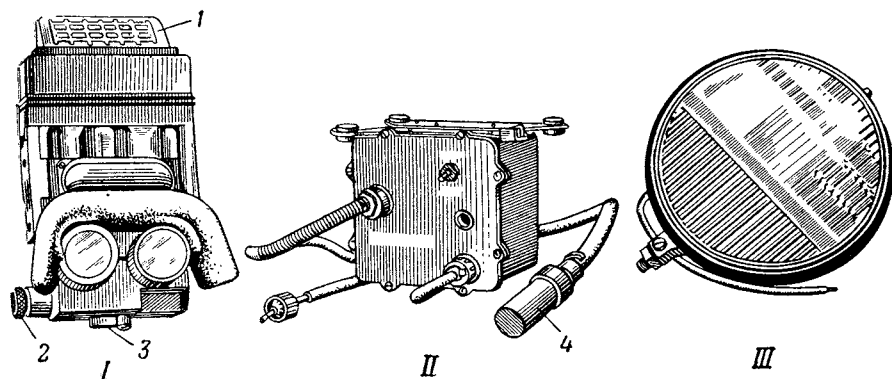

Рис. 57. Комплект прибора ТВН-2:
5. Присоединить к прибору наблюдения высоковольтный кабель блока питания, а колпачок 4 (рис. 57) навернуть на пробку 2 и вложить в зажим за шахтой прибора наблюдения.